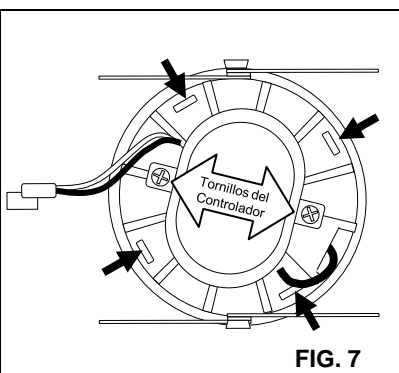

FIG. 7
- Quite los TORNILLOS DE CONDUCTOR y separar el viejo CONTROLADOR del DISIPADOR DE CALOR. (FIG. 7)
- Monte el CONTROLADOR nuevo en el DISIPADOR DE CALOR utilizando los TORNILLOS DEL CONDUCTOR que retiró anteriormente. (FIG. 7)